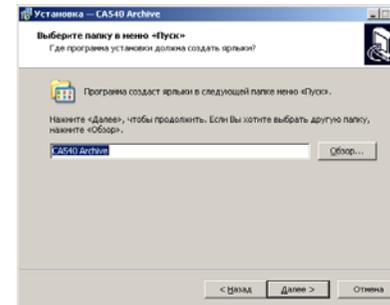

Рисунок 8.14
3) Определить место размещения ярлыков программы в меню "Пуск", для чего в окне (рисунок 8.14) следует либо согласиться с предлагаемой по умолчанию папкой, либо выбрать другой вариант, щелкнув по кнопке Обзор. Для продолжения выполнения установки